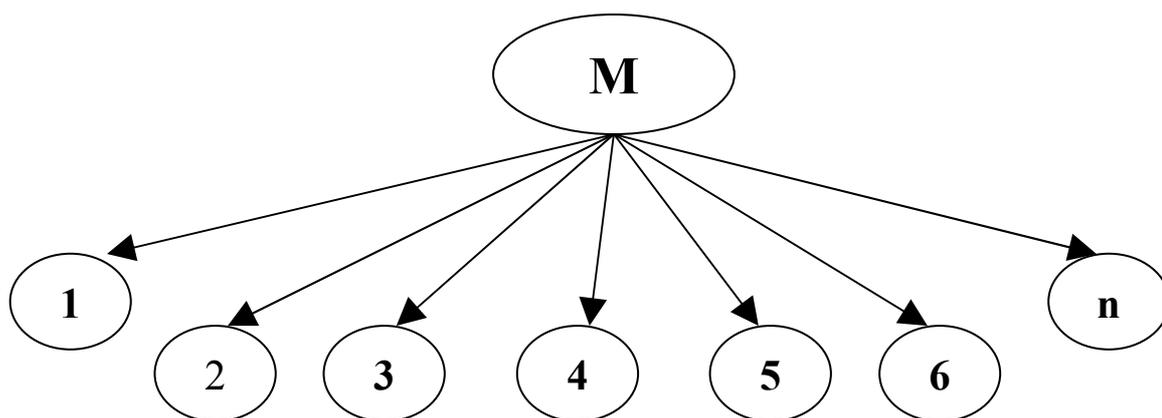

Рисунок 2 - Схема фасетного метода классификации
**Фасетный метод классификации** – параллельное разделение множества объектов на независимые классификационные группировки (рисунок 2).